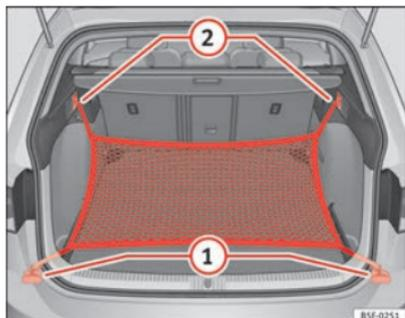

Abb. 109 Im Gepäckraum: Ösen (1) und Haken (2) zum Einhängen des Gepäckraumnetzes (Modell LEON ST).
- Hängen Sie die kurzen Haken des Netzes in die Verzurrösen \Rightarrow Abb. 109 (1) \Rightarrow Δ ein. Der Reißverschluss des Gepäckraumnetzes muss dabei nach oben zeigen.
- Befestigen Sie die Spanngurte in den Taschenhaken (2).